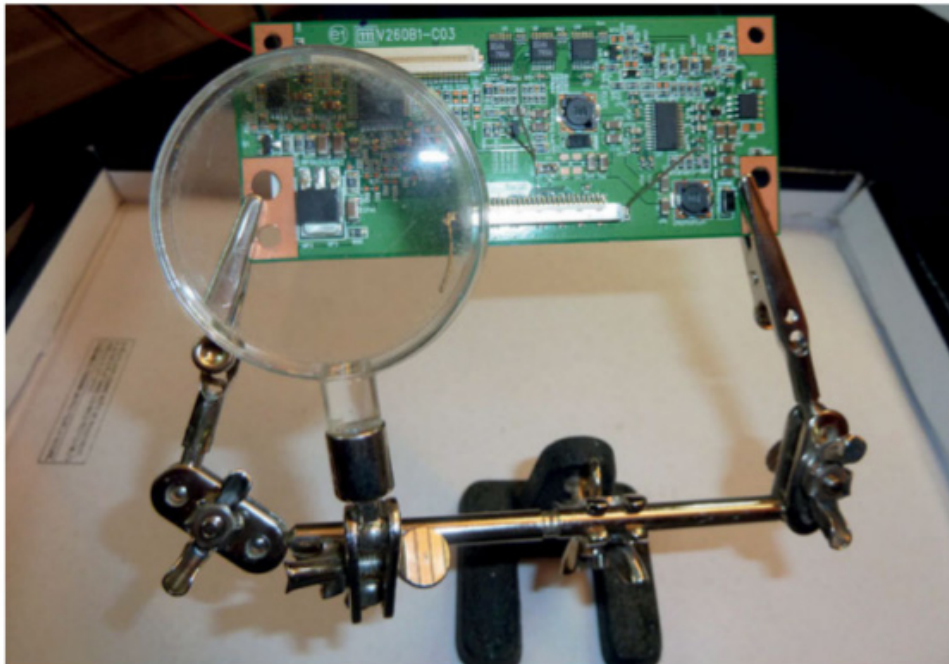

Figure 2-16. Instruments de soudure et support loupe
- Un support de circuits imprimés avec petite loupe dit « troisième main » (voir figure 2-16) rend de précieux services.